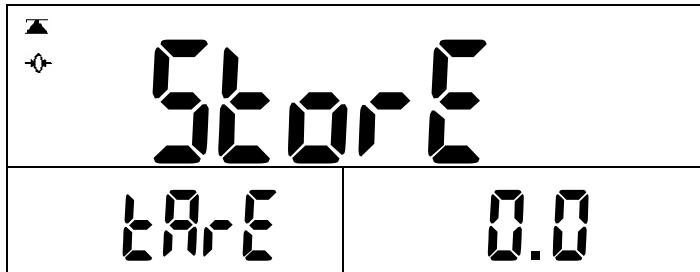

图 28
- b. 按**确认**键后存储皮重，用数字键输入，用**清除**键修改重新输入。(图 28)